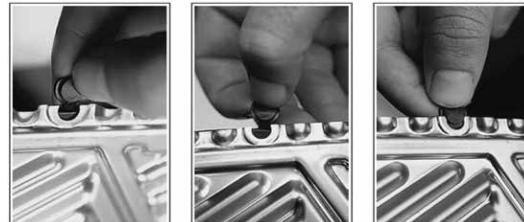

Afb. 6
- Druk de pakking op de plaat (afb. 6), zorg ervoor dat de lekdetectieontluchtingen, "A", omhoog zijn gericht en controleer of de Plug-In® tabs in hun respectieve uitsparingen grijpen (afb. 7). Zorg ervoor dat de pakking correct in zijn uitsparing zit, en draai de plaat daarna om, om opnieuw te controleren of alle Plug-In® tabs correct op hun plaats zitten.